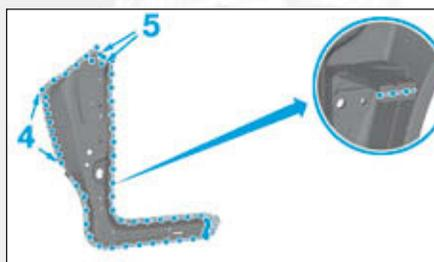

FIG.71
- Percer l'ensemble des points Ø 6,5 mm, en (4) et (5) pour un soudage ultérieur par points bouchons MAG (Fig.71).